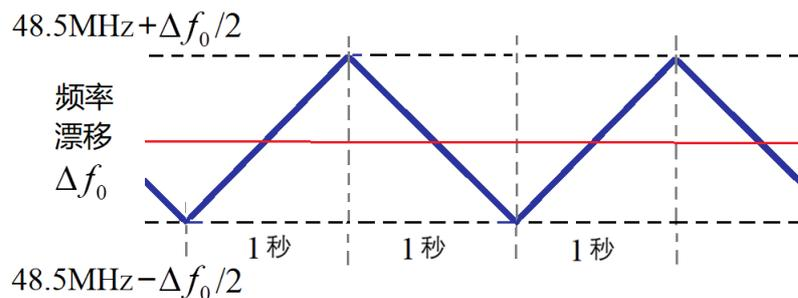

图 2：载波频率漂移的图示
- (1) 要求设计制作的发射电路中 FM 信号的载波频率能通过一个电压信号  $v_c(t)$  进行调节，用来模拟无线通信中载波频率漂移的情况。电压信号  $v_c(t)$  单位电压调节载波频率产生的频率漂移量，由参赛者自行设计。
- (2) 在保证系统能正确进行双路语音无线传输的前提下，通过  $v_c(t)$  信号调节 FM 信号的载波频率产生不小于 300 kHz 的漂移，要求调节时间  $\tau$  不超过 5s（秒）。
- (3) 在保证系统能正确进行双路语音无线传输的前提下，通过  $v_c(t)$  信号调节 FM 信号的载波频率，按照图 2 所示进行漂移，要求 FM 信号的载波频率漂移范围  $\Delta f_0$  越大越好。